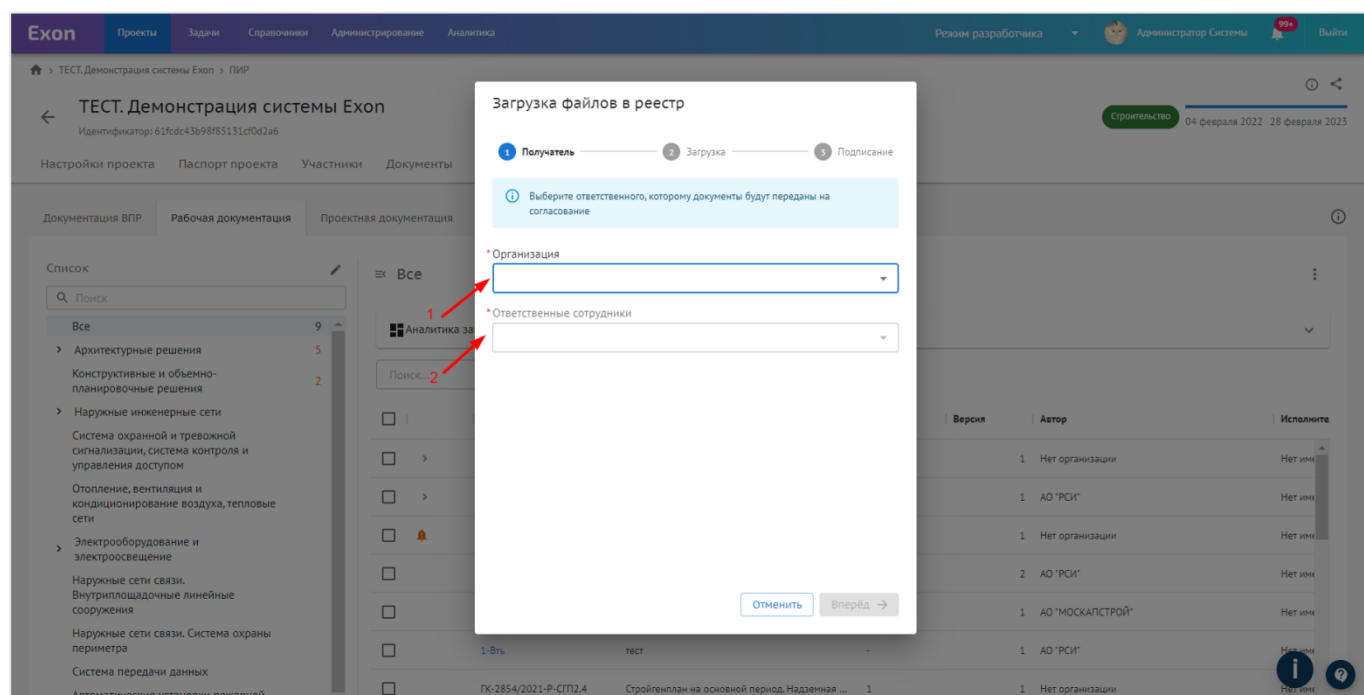

Рис. 18 - Загрузка файлов в реестр
4.1. Указать организацию (1) и ответственного сотрудника (2), который получит комплекты (рис. 18);